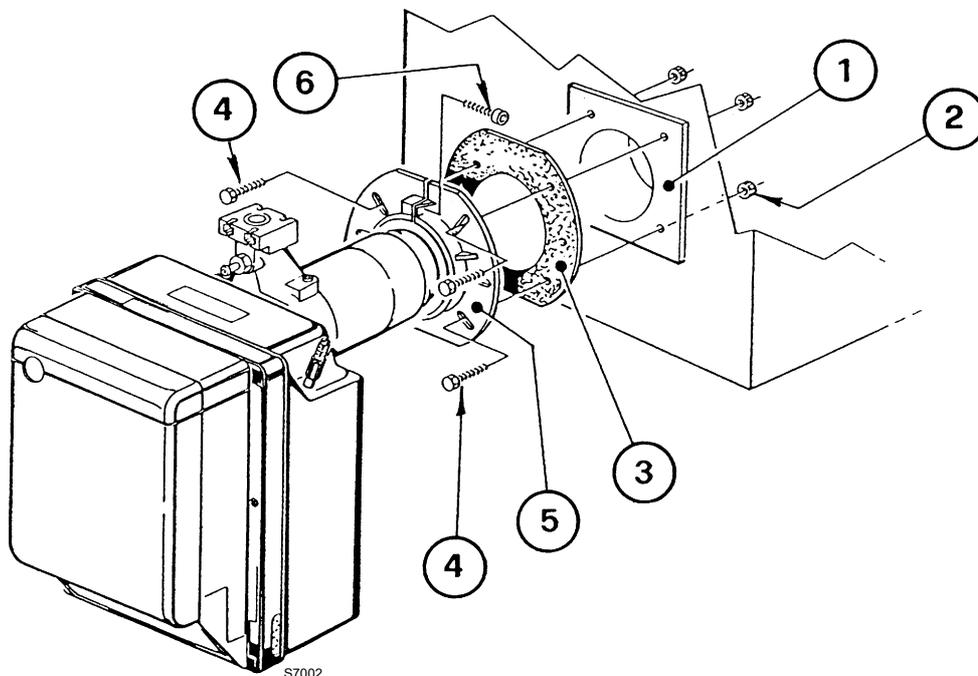

Abb. 12
- Mit den Schrauben 4) und (falls erforderlich) den Muttern 2) den Flansch 5) an der Kesseltür 1) (Abb. 12) nach Zwischenlegen der Isolierdichtung 3) montieren, dabei eine der beiden oberen Schrauben 4) locker lassen.